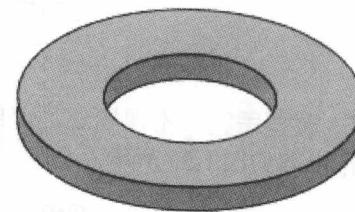

图 1-32 完成后的实体
- c. 修改拉伸长度参数“ Δ 10.00mm”为“5”，单击确认按钮【】完成实体拉伸。完成后的实体如图 1-32 所示。